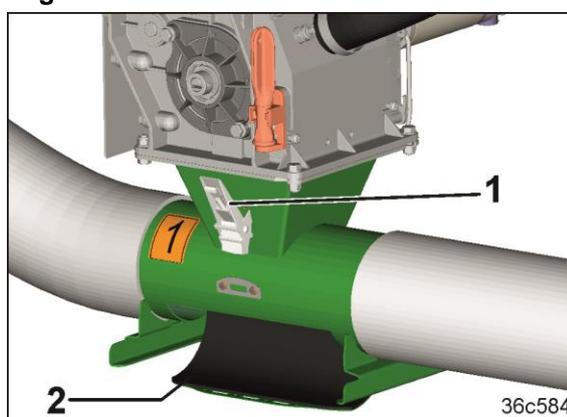

Fig. 245
3. Die Klappe (Fig. 245/2) der Schleuse öffnen.
- 3.1 Den Spannhaken (Fig. 245/1) lösen zum Öffnen der Klappe (Fig. 245/2).